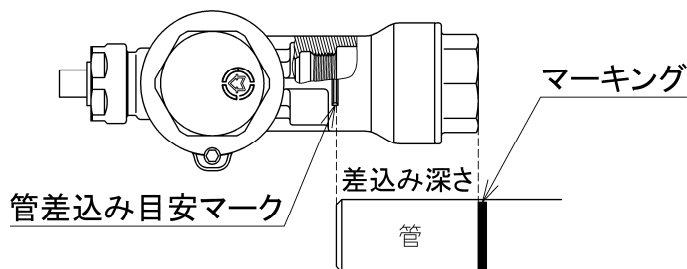

図 2 差込み深さ
- 3)差込み深さを確認し、管にマーキングします(図 2 および表 2)。